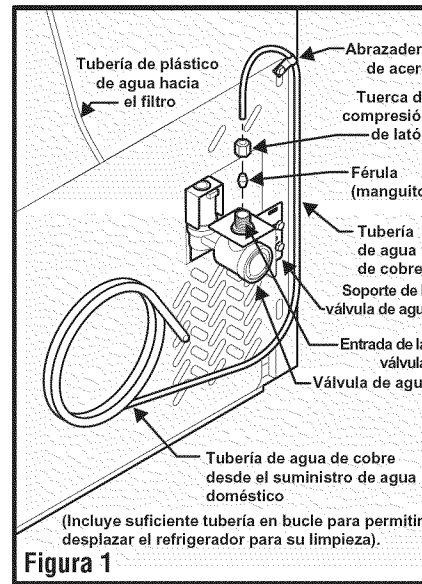

Figura 1
- Si usa tuberías de cobre: deslice la tuerca de compresión de latón y luego la férula (manguito) en la tubería de suministro de agua. Empuje la tubería de suministro de agua hacia dentro de la entrada de la válvula de agua lo más posible (1/4 de pulgada). Deslice la férula (manguito) en la entrada de la válvula y apriete manualmente la tuerca de compresión en la válvula. Apriete otra media vuelta con una llave; NO apriete en exceso. Vea la Figura 1.